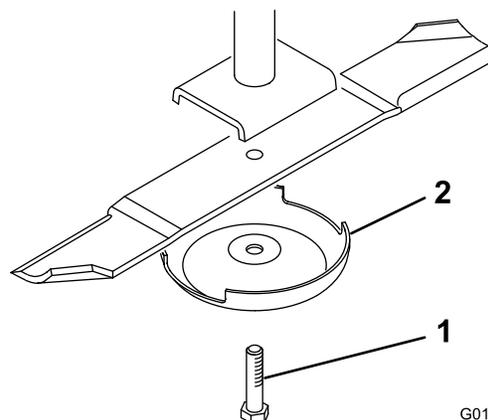

Bild 27
- Halten Sie das Ende des Messers mit einem stark wattierten Handschuh oder wickeln Sie einen Lappen um es herum. Entfernen Sie die Messerschraube, die Antiskalpierkuppe und das Messer von der Spindelwelle (Bild 27).